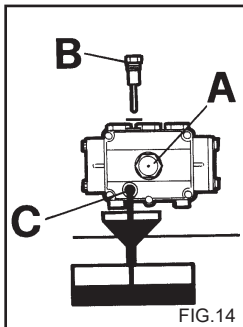

FIG.14
- 2) Irrota korkki mittatikulla (fig. 14).